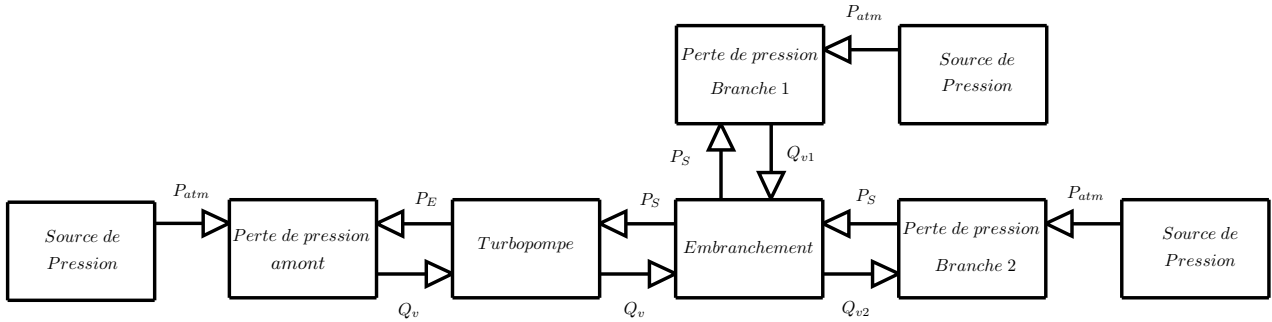

FIGURE 4 – Schéma des entrées et sorties du circuit représentant le circuit avec les deux branches
9. Modifier le circuit pour inclure cet embranchement en respectant l'architecture de la figure 4. Pour simplifier, on négligera les pertes de charges au niveau de l'embranchement et les équations à résoudre au niveau de ce composant sont les suivantes :